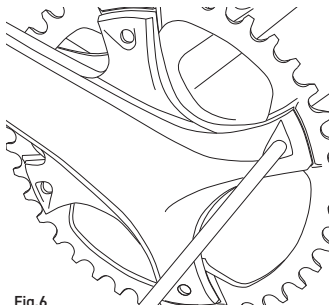

Fig.6
- **POUR EKAR:** Les vis sont également accessibles de l'extérieur du vélo, mais faites attention à ne pas endommager la surface du pédalier et veillez à tourner la clé dans le sens opposé au sens normal (Fig. 6).